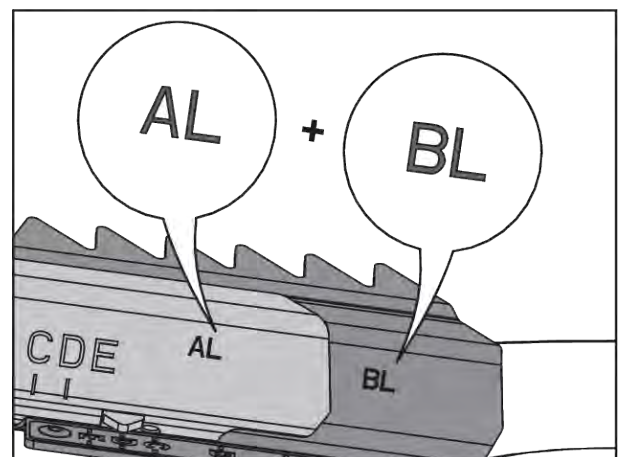

Fig. 81: Combinaison de palette
- Voir Fig. 81 Combinaison de palette